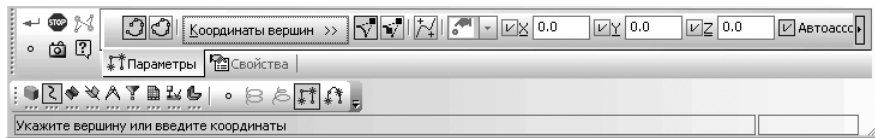

Рис. 8.13. Панель свойств: Ломаная, Компактная панель и строка сообщений
- щелкните по кнопке **Ломаная**. Появится соответствующая **Панель свойств: Ломаная** (рис. 8.13). В строке сообщений появится подсказка: **Укажите вершину или введите координаты**;
- щелкните на **Компактной панели** по кнопке-переключателю **Вспомогательная геометрия**, а затем по второй кнопке в панели инструментов **Плоскость через вершину перпендикулярно ребру** и отпустите кнопку мыши. Появится **Панель свойств: Плоскость через вершину перпендикулярно ребру** (см. рис. 8.13). В строке сообщений появится подсказка: **Укажите ребро или вершину**;